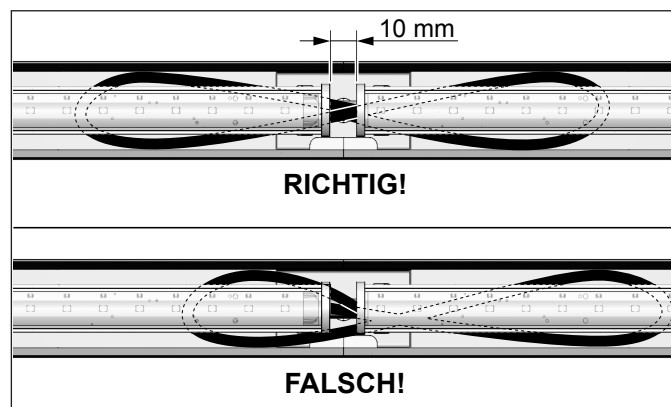

Bild 3
- Zwischen zwei LED-Lampen einen Abstand von 10 mm einhalten (Bild 3).
- Auf richtige Leitungsführung achten! Verbindungskabel müssen in einer Schleife mittig unter beiden LED-Lampen verlegt werden (Bild 3).